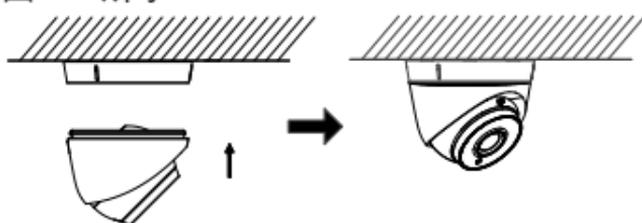

图3-4 组合固定罩
**步骤4** 将球芯套入固定罩，把固定罩向上推入底座并旋转后卡紧，使底座标示与固定罩缺口错开，保证摄像机不松脱，如图3-4所示。